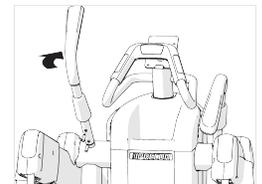

Abbildung 17
- Drehen Sie den Haltegriff um genau eine halbe Umdrehung (180°) (Abbildung 17).